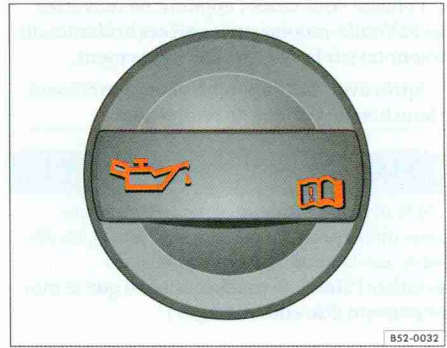

Fig. 160 Dans le compartiment-moteur : bouchon de l'orifice de remplissage d'huile-moteur.
- Vous pouvez reconnaître l'orifice de remplissage d'huile-moteur grâce au symbole 🛢 figurant sur le bouchon ⇒ fig. 160 ainsi que la jauge d'huile grâce à la poignée de couleur orange.
- Dévissez le bouchon de l'orifice de remplissage d'huile-moteur ⇒ fig. 160.